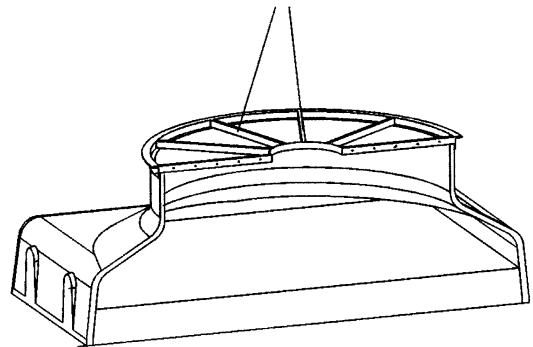

Fig. 6
- b) In the part not including the electric motor, hook a sling to two of the spokes of the fan supporting ring in the way shown in figure 6.
- b) Dans la quatrième partie qui ne porte pas le moteur, accrocher une élingue à deux des rayons de l'anneau support du ventilateur comme il est indiqué sur la figure 6.